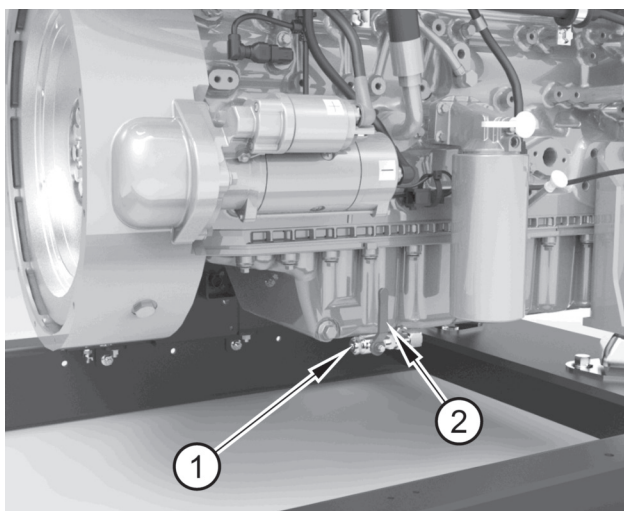

Abbildung 30
1. Entfernen Sie die Ablassschraube (Abbildung 30, Nummer 1).